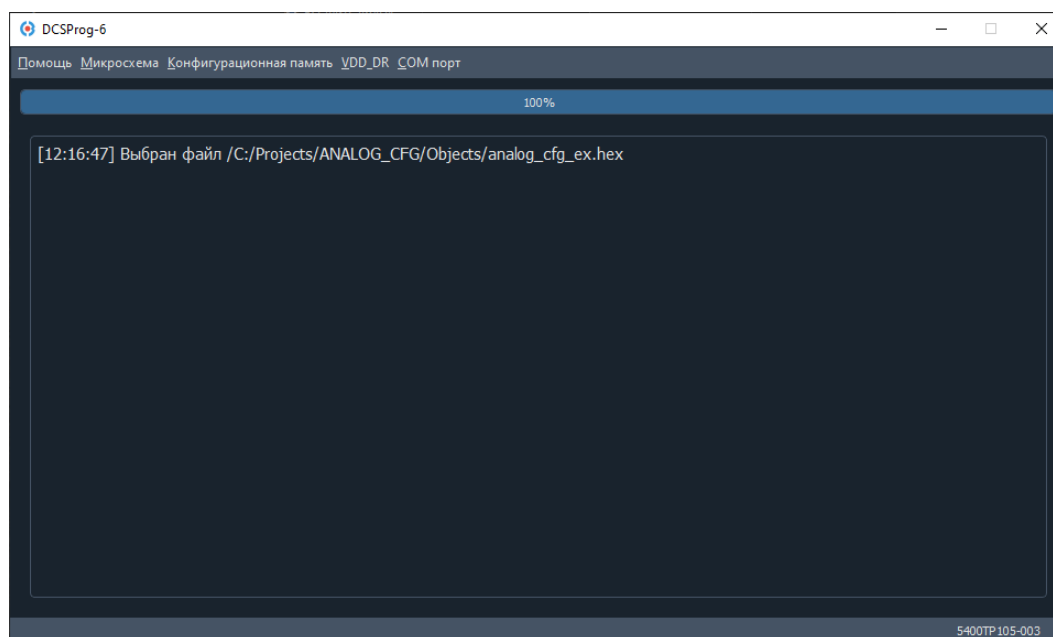

Рисунок 53. Окно программы после выбора hex-файла
3. Выполнить «Микросхема» → «Загрузить файл», выбрать скомпилированный hex-файл и нажать кнопку «Открыть» (Рисунок 53);